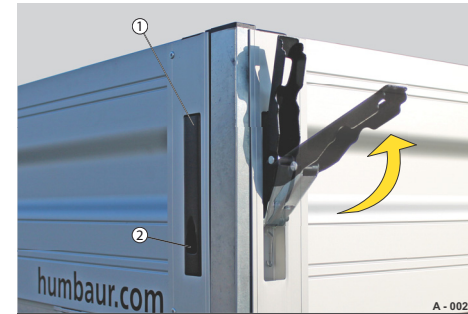

Abb. 7 Verdeckter Verschluss, STARTRAILER, HA, HT
- ▶ In die Eingriffsöffnung (Abb. 7/2) greifen.
- ▶ Griff (Abb. 7/1) nach oben ziehen.